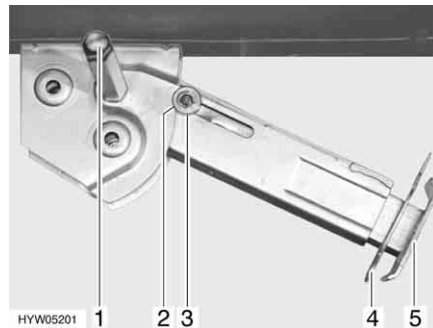

Fig. 37 Apoyo de elevación
- Colocar la llave de vaso en el hexágono (Fig. 37,1) y girarla hasta que el apoyo de elevación quede verticalmente hacia abajo.
- Extraer la clavija hendida (Fig. 37,4) de la prolongación del pie de apoyo (Fig. 37,5).
- Colocar la llave de vaso en el hexágono (Fig. 37,1) y girarla hasta que el apoyo de elevación esté de nuevo libre del suelo.
- Introducir totalmente la prolongación del pie de apoyo (Fig. 37,5) e introducir la clavija hendida (Fig. 37,4) en el orificio previsto para ello que hay en la prolongación del pie de apoyo.
- Girar con la llave de vaso en el hexágono (Fig. 37,1) hasta que el apoyo de elevación bascule hacia arriba y la arandela de guía (Fig. 37,3) esté totalmente introducida en la entalladura (Fig. 37,2).